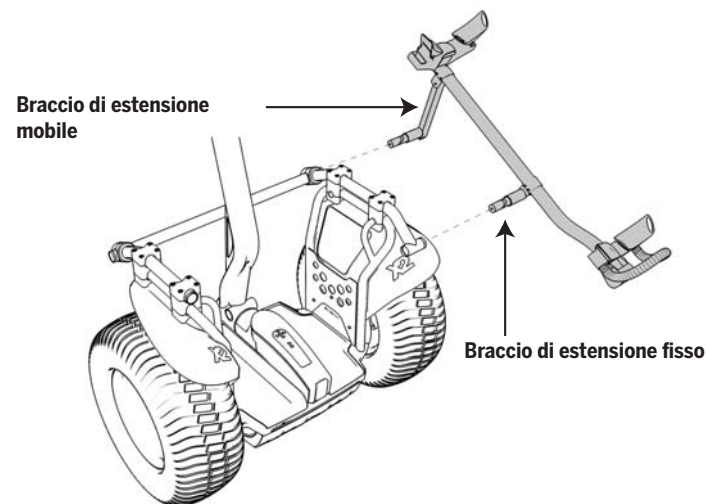

**Figura 2a.** Installazione della barra di supporto anteriore
3. Installare la barra di supporto anteriore sulle barre di supporto laterali con i cappucci terminali della barra di supporto anteriore. Vedere la Figura 2b. Installare le (2) boccole di supporto anteriore sulla barra di supporto anteriore e allinearle ai cappucci terminali. Vedere la Figura 2a. Chiudere a mano le (2) viti di fermo da 35 mm in ogni cappuccio terminale. Vedere le Figure 2a e 2b. Verificare che la barra di supporto anteriore abbia un sormonto uguale alle due estremità del cappuccio terminale. Serrare le viti di fermo da 35 mm ad una coppia di 8 Nm con una chiave a brugola esagonale da 5 mm per fissare la barra di supporto anteriore in posizione.